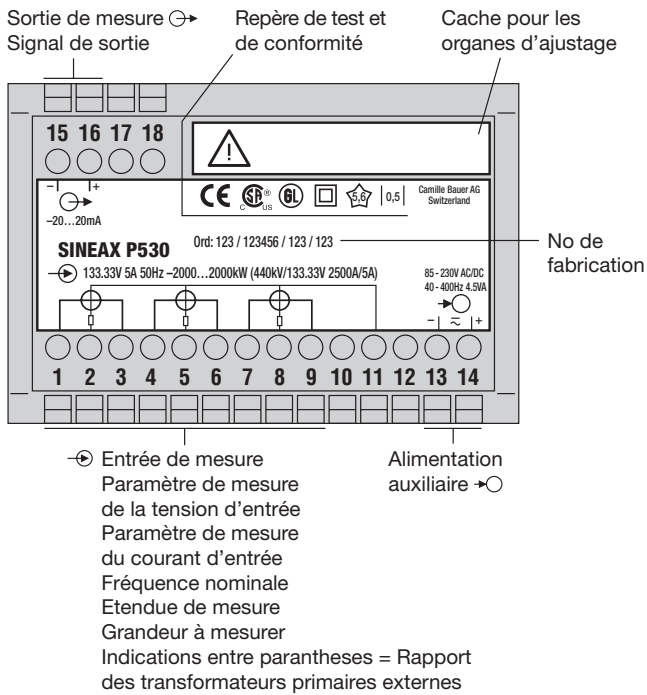

Fig. 5. Déclaration pour la plaquette signalétique.
... que les caractéristiques techniques qui permettent de résoudre le problème de mesure correspondent aux données mentionnées sur la plaquette signalétique du SINEAX P530/Q531 (⊖ → entrée de mesure, ⊖ → sortie de mesure et → ⊖ alimentation auxiliaire, voir Fig. 5)!
- Enlever le cache sur les organes d'ajustage (petite plaquette autocollante, Fig. 5).